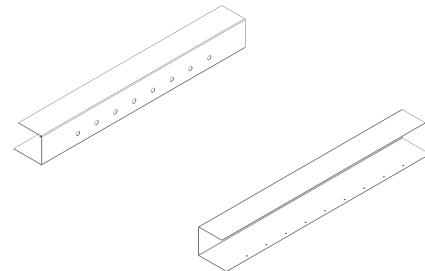

Bild 2
2. Dabei müssen 2 Zargen (längere Zargen mit Bohrlöchern für Rohre – Bild 2) auf der Dachkonstruktion befestigt werden. Die Anzahl der Befestigungen hängt von der Nenngröße ab.